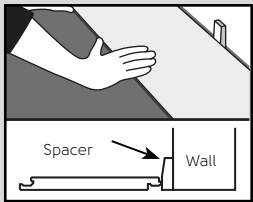

Fig. 1
1. Comience con un tablón/baldosa completo a lo largo de la pared y calcule cuántos habrá a lo ancho hasta el otro extremo de la sala. Si va a haber una fila de tablones/baldosas estrechas a lo largo de la pared opuesta, corte la primera fila. Instale el producto con el lado de la lengüeta/del corte hacia la pared. Coloque separadores de 5 mm entre el tablón/baldosa y la pared (fig. 1).